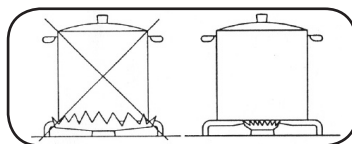

Fig. 3
- Procurar deixar as chamas de modo que fiquem inteiramente cobertas pelo fundo da panela, obtendo assim um melhor aproveitamento da energia [Fig. 3].